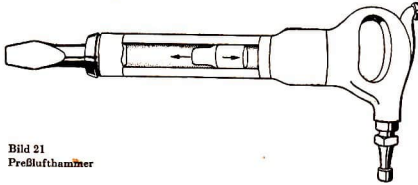

Bild 21
21. Laß dir von deinem Betreuer die Arbeitsweise des in Bild 21 gezeigten Preßlufthammers erklären!